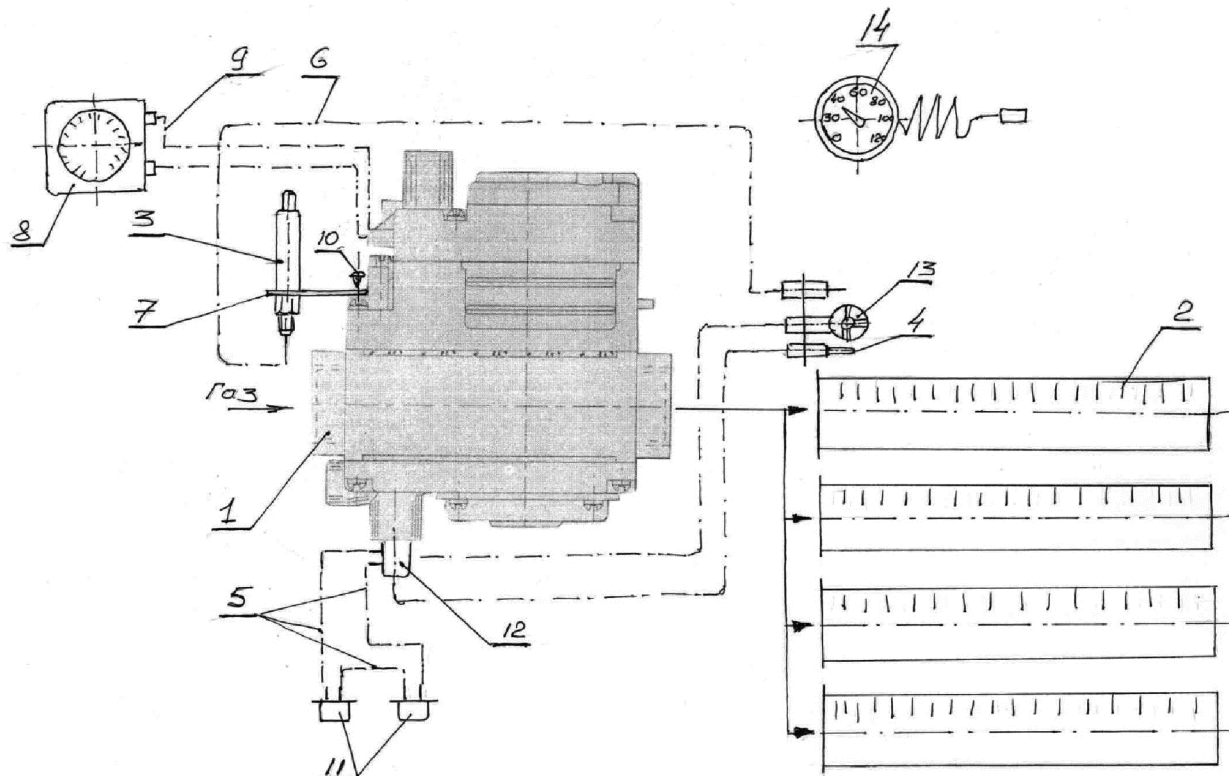

Рис. 1
3.1 Автоматика включает в себя следующие узлы: см. рис. 1.
- 4.2.10 Подсоедините клеммы милливольтного генератора и кабель регулируемого термостата к клеммам согласно рис. 1.